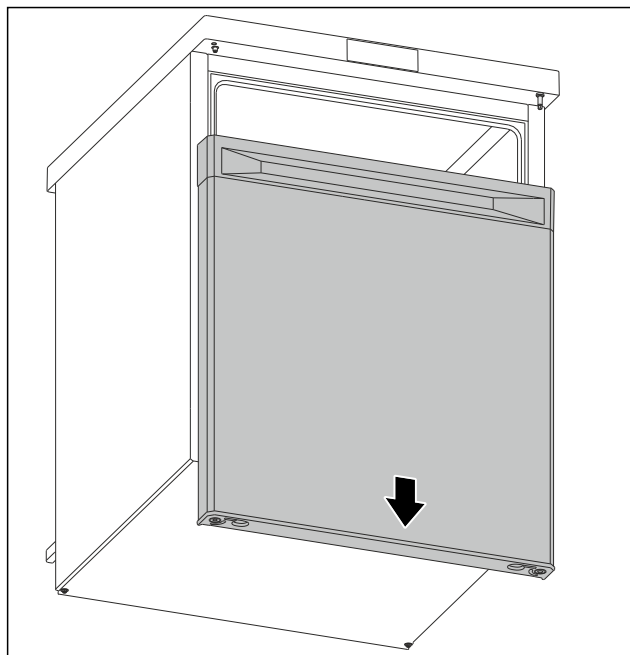

Fig. 8
- Sejměte dvířka směrem dolů. (viz Fig. 8)